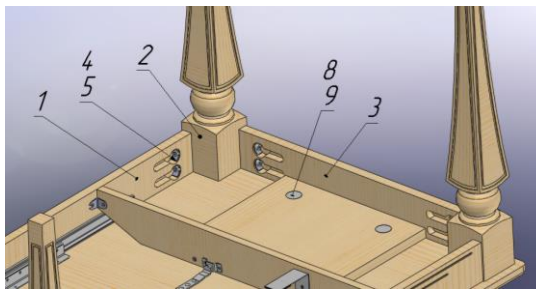

Рис. 4.
- 3.4 Установить собранный узел из ног (2) и царги (3) на подстолье со столешницей (1) и закрепить ноги (2) при помощи винтов (4) через стяжку (5), заворачивая ключом (6) – рис.4.
- 3.5 Прикрепить царгу (3) к подстолью со столешницей (1) при помощи стяжек-эксцентриков (8) заворачивая ключом (6) – рис. 4